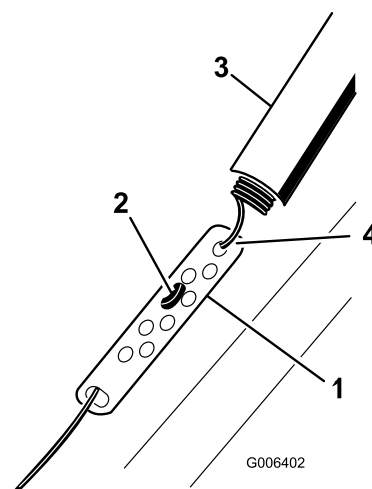

Figure 25
1. Remontez la protection du ressort et décrochez le ressort de la biellette de réglage (Figure 25).
2. Accrochez le raccord en Z à un trou plus haut ou plus bas sur la biellette de réglage de manière à obtenir un écart de 2 à 3 mm entre la barre de commande et le guidon (Figure 25).